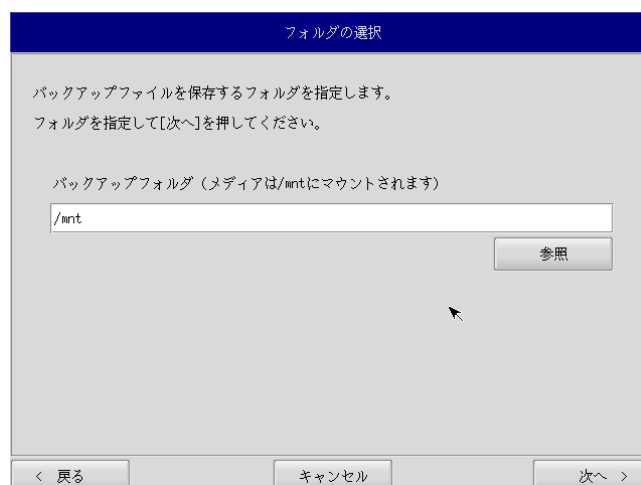

図 5-2-4-4. フォルダ選択画面
- ⑧ ファイル参照画面（図 5-2-4-5）が表示されます。接続したバックアップ USB のパーティションは、/mnt にマウントされているので、/mnt 以下から目的のファイルを探してください。[OK]を押すとファイル選択画面にもどります。